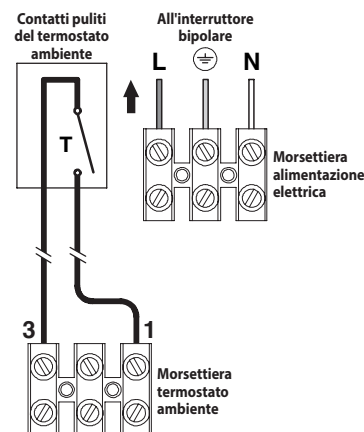

Figura 4.12
- Collegare il cavo di alimentazione elettrica proveniente dall'interruttore onnipolare alla morsetteria di alimentazione elettrica della caldaia (Figura 4.12) rispettando la corrispondenza della linea (filo marrone) e del neutro (filo azzurro).
Per il collegamento di un termostato ambiente o di valvole di zona servirsi della morsettiere termostato ambiente della caldaia Figura 4.12.
I conduttori elettrici del termostato ambiente o dei contatti del micro della valvola di zona vanno inseriti tra i morsetti "1 e 3" come in Figura 4.12.